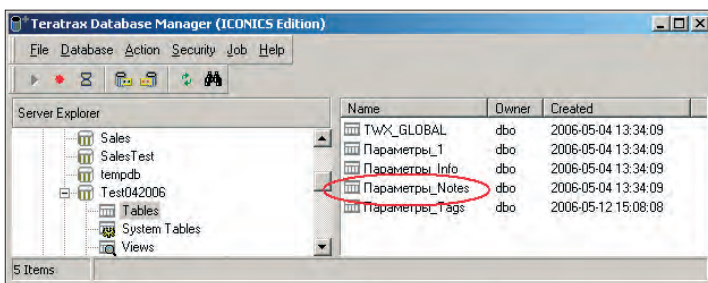

Рис. 32. Таблица архива, содержащая комментарии
2. Указать теги начала цикла и (или) партии. Текстовые строки, которые будут являться значениями этих тегов, будут записываться в базу данных архива, в таблицу с именем <ГруппаТегов>\_Notes, где <ГруппаТегов> – имя группы тегов в конфигурации (рис. 32 и 33).